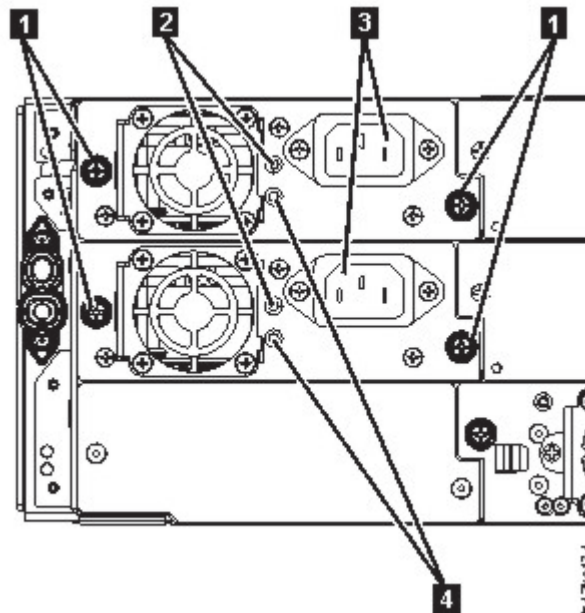

Figura 67. Fuentes de alimentación
- El LED blanco (**2** en Figura 67 en la página 120) está encendido.
- El LED verde (**4** en Figura 67 en la página 120) está apagado.Con el Panel de control o la GUI de gestión, confirme que la fuente de alimentación está funcionando correctamente. El suceso que ha indicado que la fuente de alimentación era defectuosa se ha borrado.